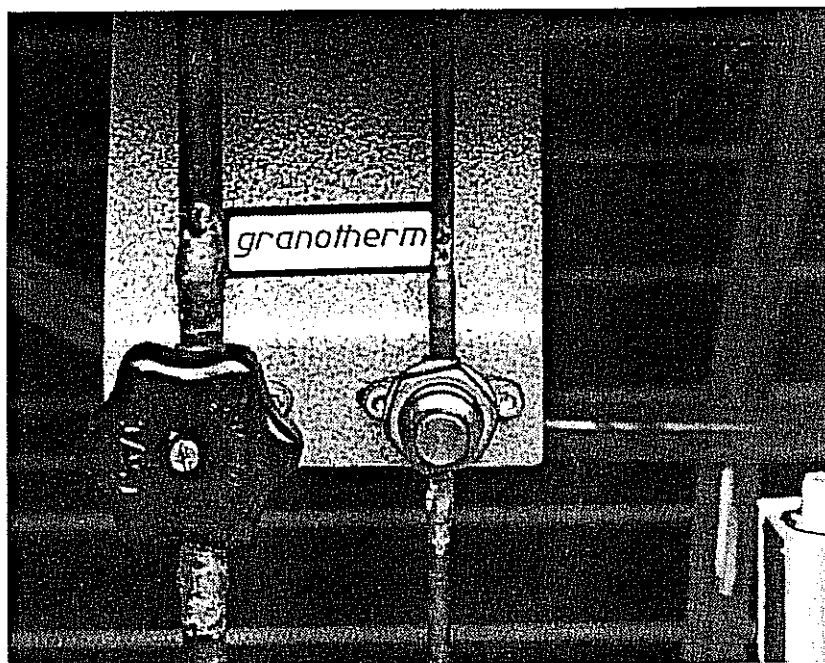

Bild 15: granotherm-Ventile **1**
Geben Sie der Kaltluft gegebenenfalls Nachwärme zu. (Richtwerte enthält Tabelle 5.) Bei jedem Gerät sind zwei *granotherm*-Handventile eingebaut. Das kleinere (59) ist geöffnet und mit einer Schutzkappe versehen. Das größere (1) besitzt ein rotes (oder blaues) Handrad, wie auf Bild 15 zu sehen. *granotherm*-Ventil (1) so weit öffnen, bis die gewünschte Nachwärme erreicht ist.